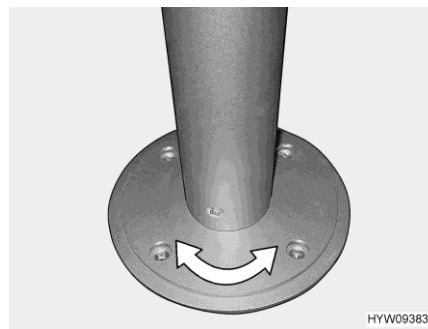

Bild 65 Säulen-Tischfuß (drehbar)
- Tischplatte in gewünschte Stellung drehen. Dazu ist etwas Kraftaufwand nötig, denn die Tischplatte dreht sich gegen den Reibungswiderstand am Säulen-Tischfuß (Bild 65).